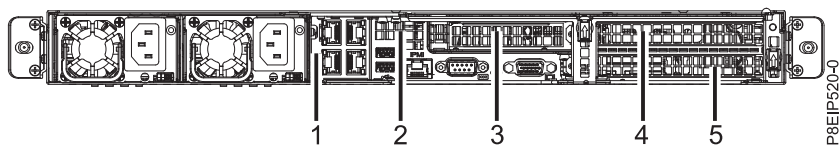

Figura 44. Posições do adaptador PCIe 8001-12C
2. Um adaptador pode compartilhar uma placa riser PCIe com outros adaptadores. Rotule e remova quaisquer cabos e plugues que se estendem para fora dos adaptadores. Consulte a Figura 44.